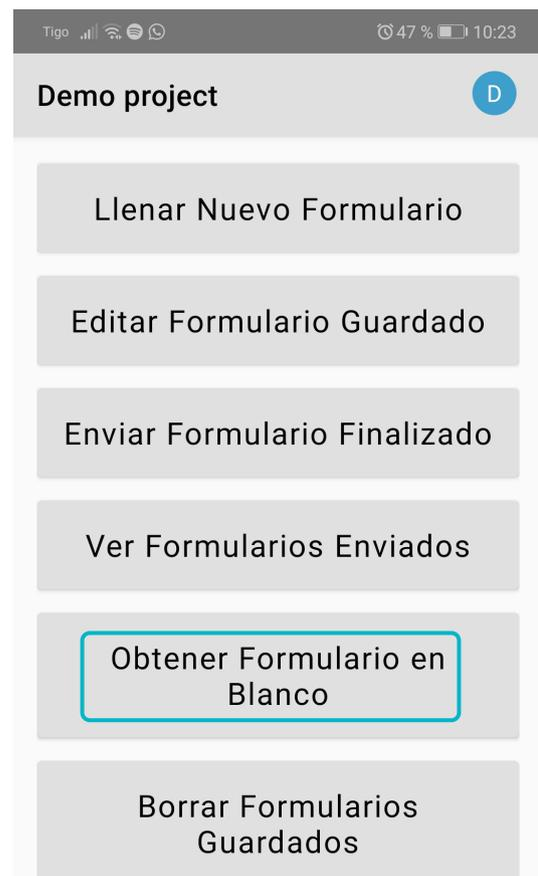

Figura 5. Obtener formulario
- 1 En la pantalla principal de ODK, diríjase a la opción “Obtener Formulario en Blanco” [Figura 5].